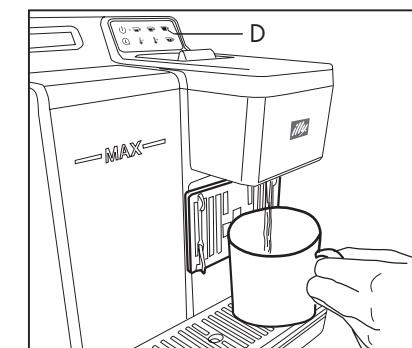

Fig. 7
- Appuyer sur la touche (D) (**Fig. 7**) et attendre la fin de la distribution. De la sorte, la machine est rincée.